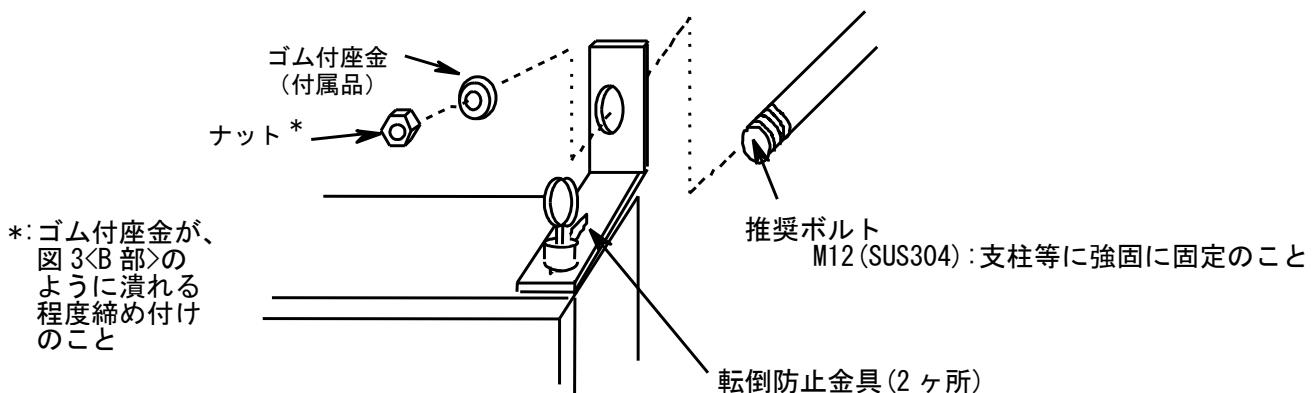

図 2
- (1) この直結給水ブースタポンプは、屋外設置、屋内設置兼用型です。ただし、屋外設置の場合、機器の寿命を考慮し、風雨、直射日光が当たらない場所をお選びください。
- (2) 直結給水ブースタポンプは、保守点検が容易に出来る場所をお選びください。
- (3) 関係者以外の人が近付けぬよう、囲いを設けるなどの対策を施してください。
- (4) 直結給水ブースタポンプは、基礎の上に強固に取付けてください。不安定な取付けは、故障の原因となります。また転倒防止対策として付属の転倒防止金具をご使用になる場合は、図2のように施工してください。
- (5) 冬季に凍結の恐れのある場合は、ポンプ室あるいはポンプ、バルブ、配管、圧力センサ、圧力タンクなどに、必ず防寒対策を行ってください。
- (6) 直結給水ブースタポンプの基礎の周囲には、排水溝を設けてください。